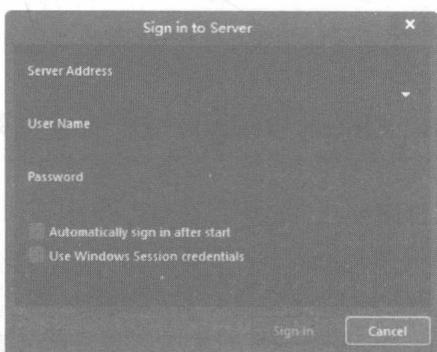

图 1-3 “Sign in to Server (连接 Altium 服务器)”对话框
1) “Sign in (标记 Altium 信息)”命令: 用于设置 Altium 基本信息, 包括服务地址、用户名和密码, 如图 1-3 所示的“Sign in to Server (连接 Altium 服务器)”对话框。